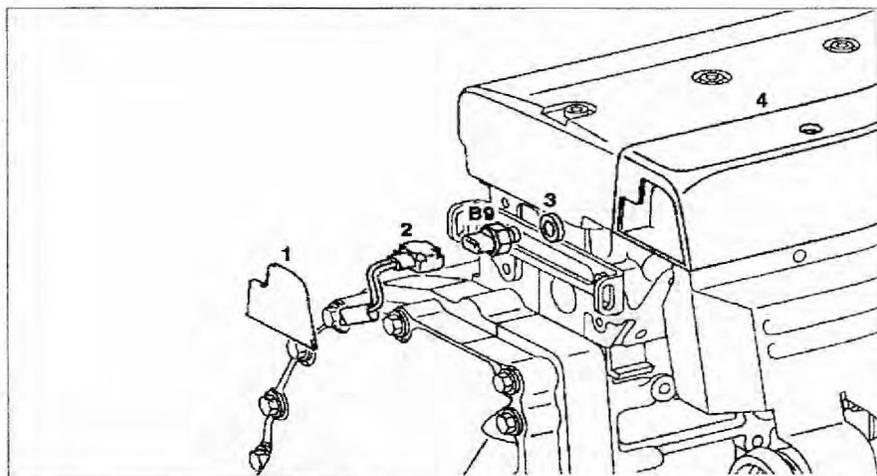

Рис. 3.36. Датчик температуры сжатого воздуха:
2. Снимите крышку 1 с впускного коллектора 4 (рис. 3.36).